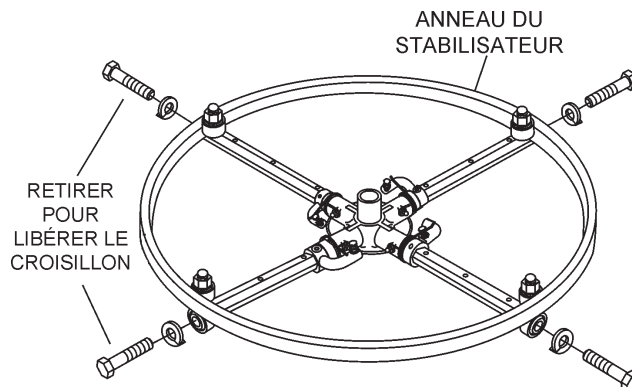

Figure 40. Anneau du stabilisateur
- Si la machine est équipée d'un anneau de stabilisateur extérieur (Figure 40), retirez les quatre boulons à l'extrémité de chaque bras de croisillon.